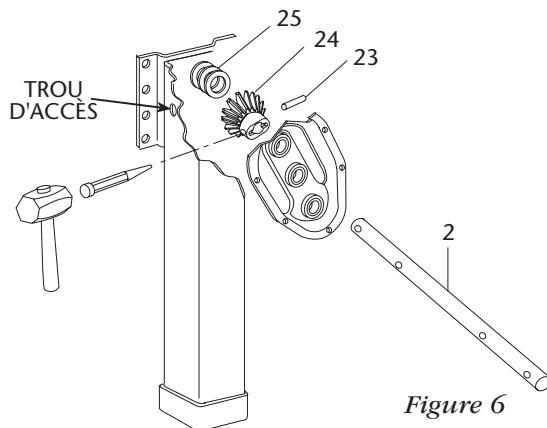

Figure 6
- Placez un poinçon dans le trou d'accès, alignez-le avec la goupille de rainure du pignon conique (**Article 23**) et chasser la goupille rainurée (voir **Figure 6**).